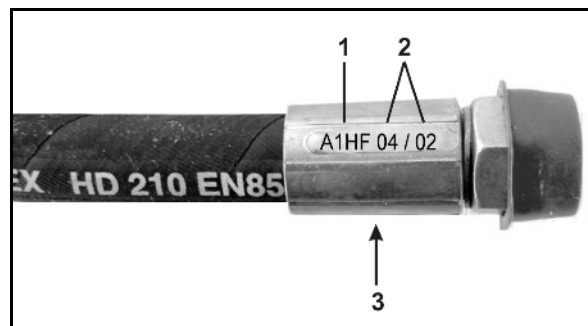

Fig. 96
2. Skru av magnetkappen (Fig. 96/1).
3. Fjern magnetspolen (Fig. 96/2).
4. Skru ut ventilstangen (Fig. 96/3) med ventiletene og rengjør med trykkluft eller hydraulikkolje.